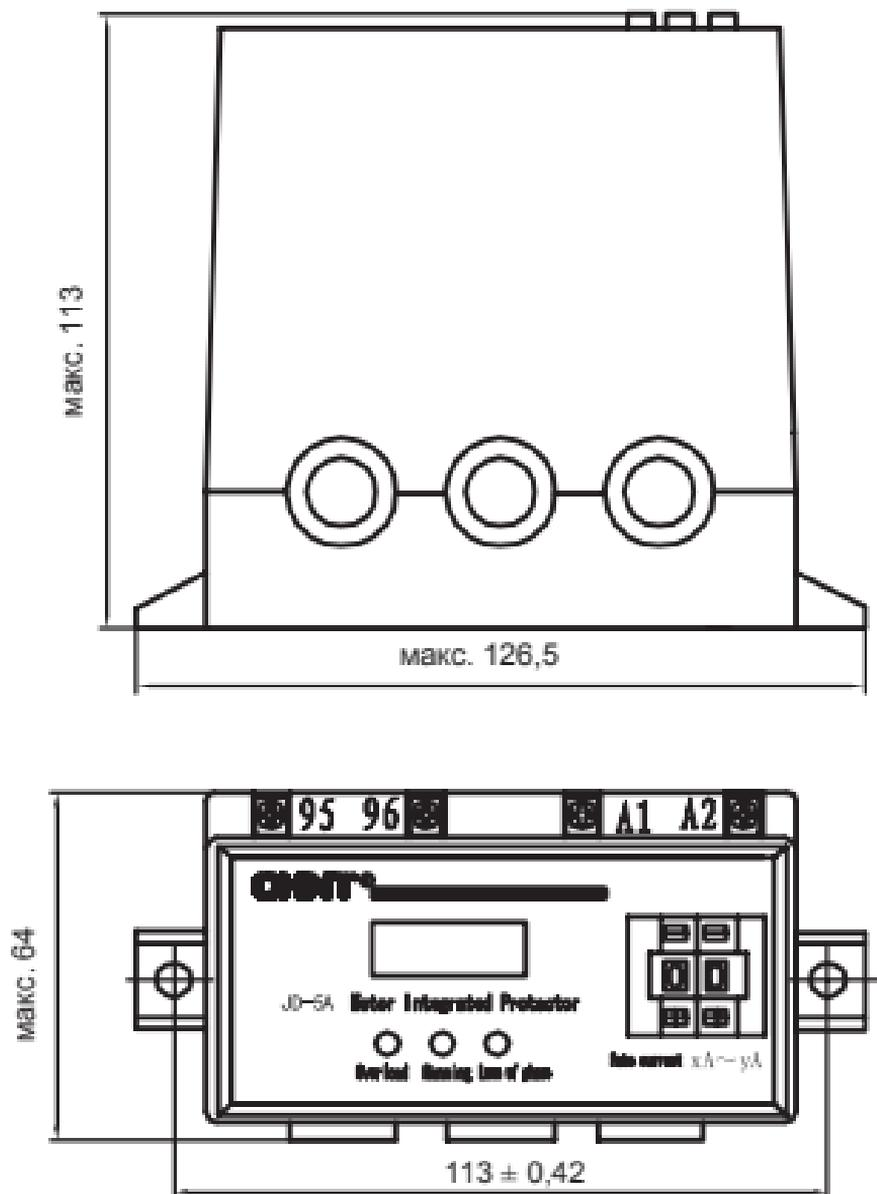
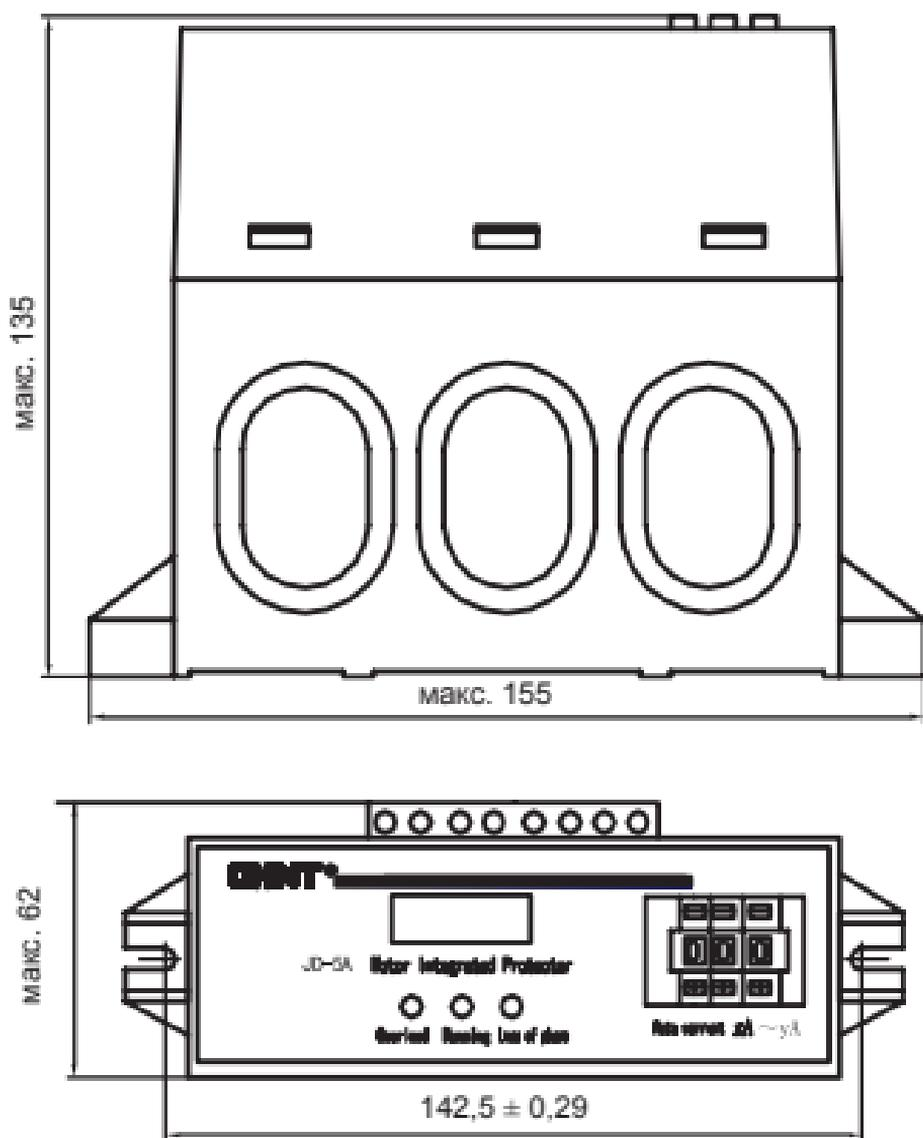

Рис. 2. Габаритные и монтажные размеры для изделий с током нагрузки (1А ~ 80А)
Рис. 3. Габаритные и монтажные размеры для изделий с током нагрузки (80А ~ 400А)
4.1 Монтажные размеры для изделий с током нагрузки (1 А ~ 80 А) показаны на рис. 2.
4.2 Монтажные размеры для изделий с током нагрузки (80 А ~ 400 А) показаны на рис. 3.
7.1.3 Три главных линии от контактора переменного тока к электродвигателю проходят через три отверстия для проводов защитного устройства, см. рис. 2 и рис. 3.